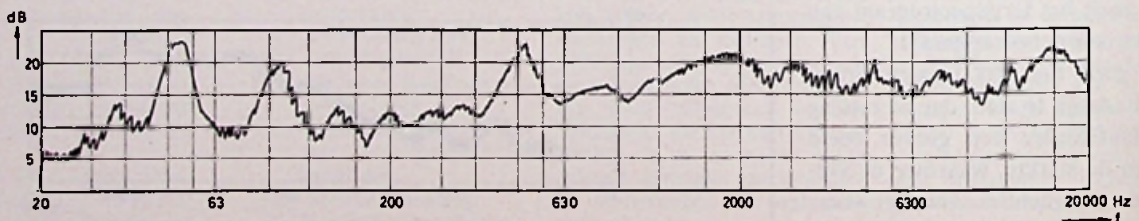

Fig. 45. Het spectrogram van de mechanische trillingen van een 120 liter ijskastcompressor.
④ Fig. 45 laat een echt spectrogram zien, d.w.z. niet in stappen gemeten maar *continu*, met de frequentie-analysator, type 2107 (dat is die met het continu afstembare zeer smalle band-doorlaatfilter).